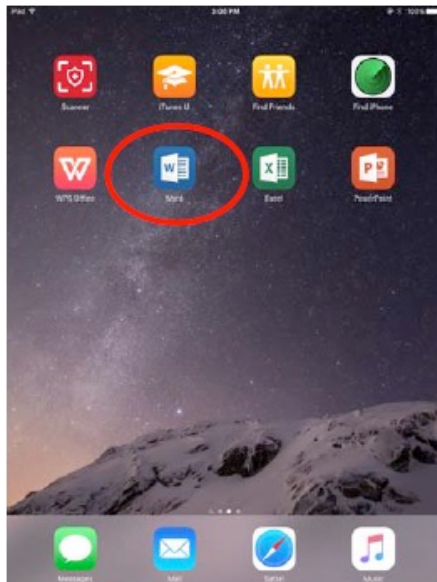

Figura 37
2.1 Instale y ejecute “Word” (como se muestra en la Figura 37).